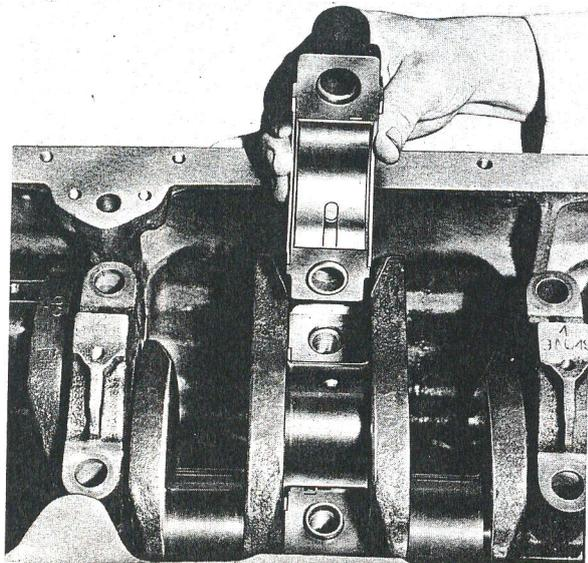

Fig. K1 — Dépose d'un chapeau de palier.
3. Ouvrir les plaquettes frein, si montées, et enlever les vis de fixation du ou des chapeaux de paliers. Déposer un à un les chapeaux de paliers (fig. K1).
5. Déposer le demi-coussinet du chapeau de palier, et à l'aide d'un morceau de bois, chasser le demi-coussinet supérieur en le faisant tourner autour du vilebrequin (fig. K1 et K2).